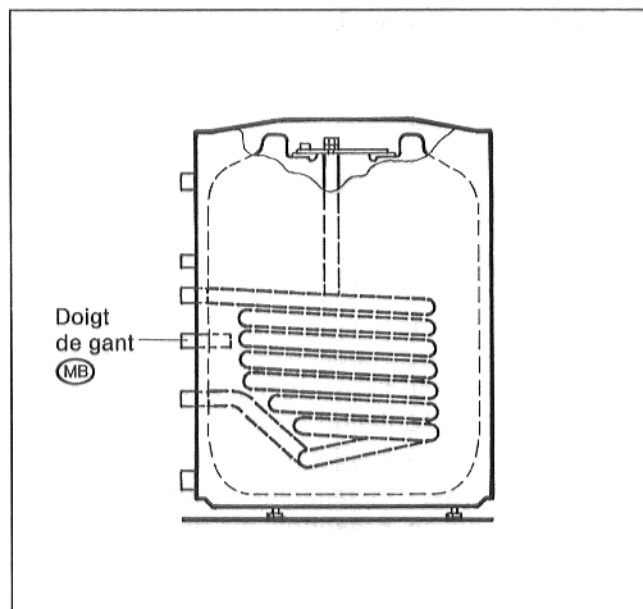

Fig. 7
- Monter les sondes dans le doigt de gant (MB) sur la face arrière du préparateur (fig. 7).